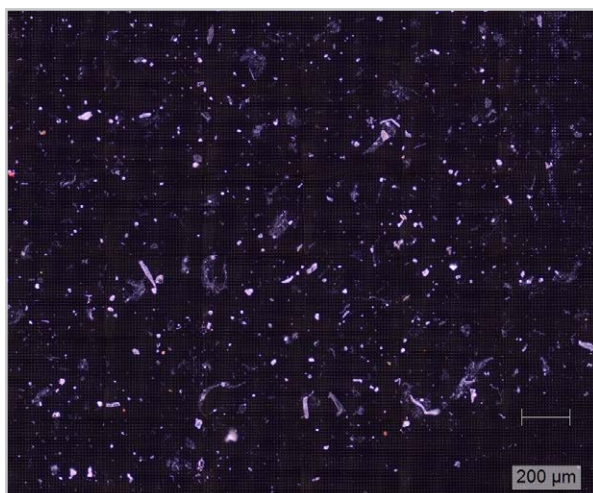

図 1: フィルタ上の粒子を示す暗視野画像。
1. inVia マイクロスコープの 20 倍対物レンズと 5 メガピクセルの高解像度カメラを使用して、大きな暗視野画像 (図 1) を収集した。その結果、粒子と基板の間で極めて良好な光学的コントラストが得られた。